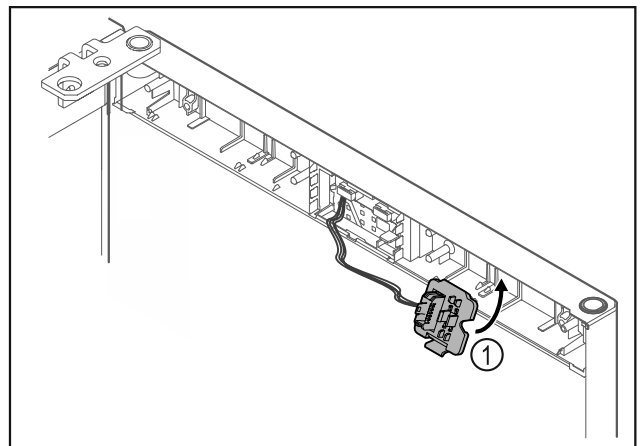

Fig. 25
- Paina pistokkeenpidin Fig. 25 (1) paikalleen vastakkaiselle puolelle.